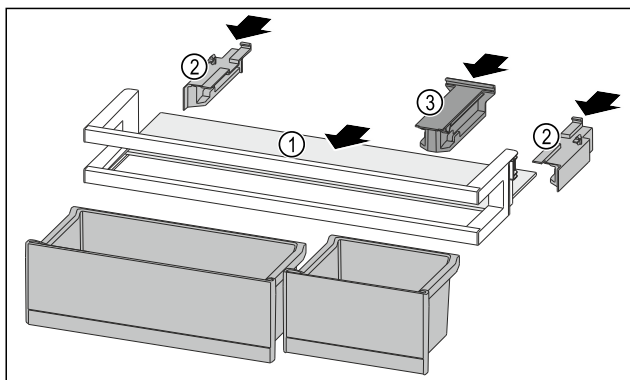

Fig. 93
- Odkládací plochu Fig. 93 (1) zasuňte do bočních vybrání.
- Boční díly Fig. 93 (2) vložte.
- Držák Fig. 93 (3) vložte.